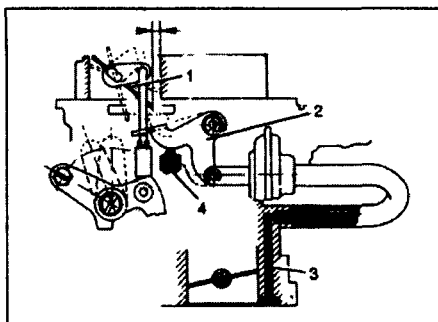

Рис. 4.20 Регулировка привода пускового устройства
- 20 Рычагом заслонки полностью закройте воздушную заслонку (рис. 4.20).